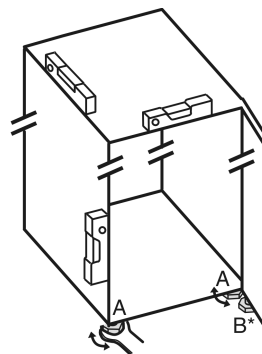

Fig. 2
- Seřizovací nožky Fig. 2 (A) vyšroubujte pomocí přiloženého vidlicového klíče a pomocí vodováhy, dokud nebude spotřebič pevně vyrovnaný.
- Seřizovací nožku Fig. 2 (B) na stojanu ložiska vytáchejte pomocí přiloženého vidlicového klíče, až dosedne na zem.
- Seřizovací nožku Fig. 2 (B) otáčejte dál o 90°.